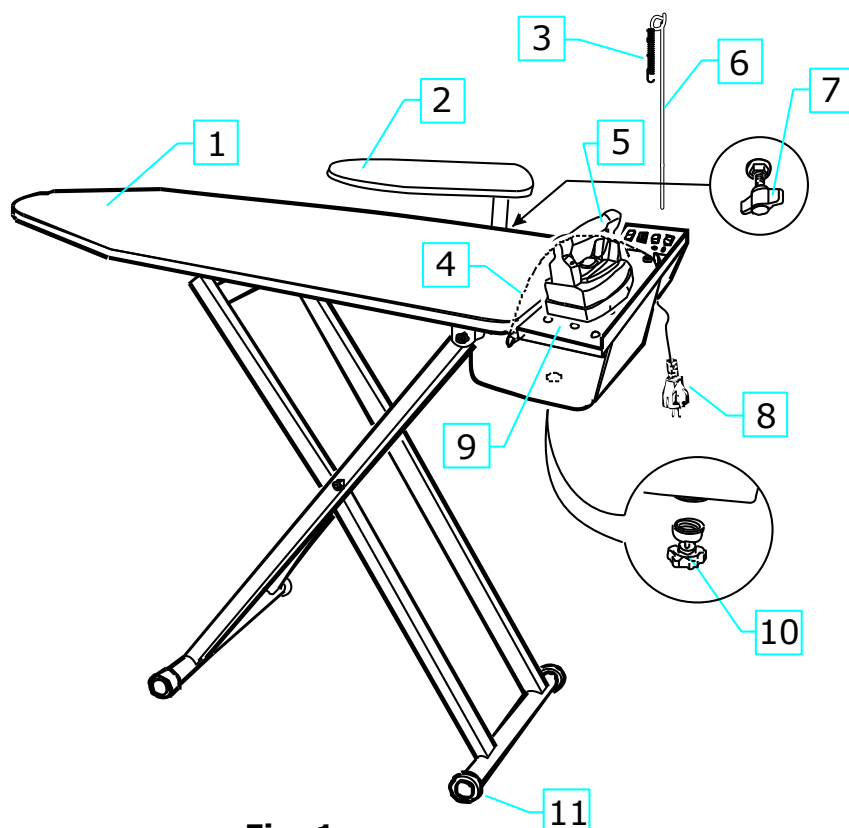

Fig. 1
2. Estrarre il tavolo da stiro mod. SOLE M dalla scatola, inserire l'antenna nell'apposita porta antenna (fig. 1) avendo l'avvertenza di inserirla bene fino in fondo.
4. Posare il ferro sul poggia ferro in gomma in dotazione (fig. 1).